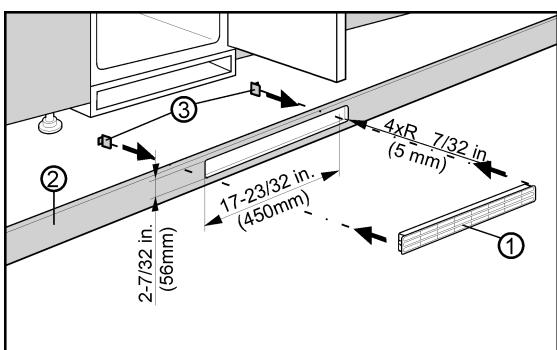

Fig. 6
La ventilation par le bas à partir du sol du meuble de cuisine peut être effectuée par la grille d'aération Fig. 6 (3) livrée ou par une ouverture de ventilation de surface de section d'au moins 31 pouces² (200 cm²). Si vous avez recours à la grille d'aération Fig. 6 (3) ci-jointe, suivez les étapes suivantes :